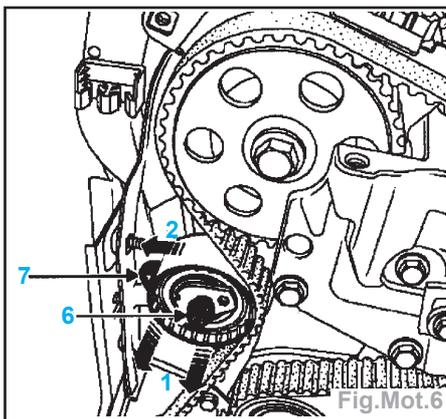

Fig.Mot.6
- Dévisser l'écrou (6) du galet tendeur d'environ 8 mm, puis tirer sur le galet dans le sens des flèches (1), et le pousser dans le sens de la flèche (2) jusqu'à amener la languette (7) en butée sur le carter intérieur de distribution (Fig.Mot.6).